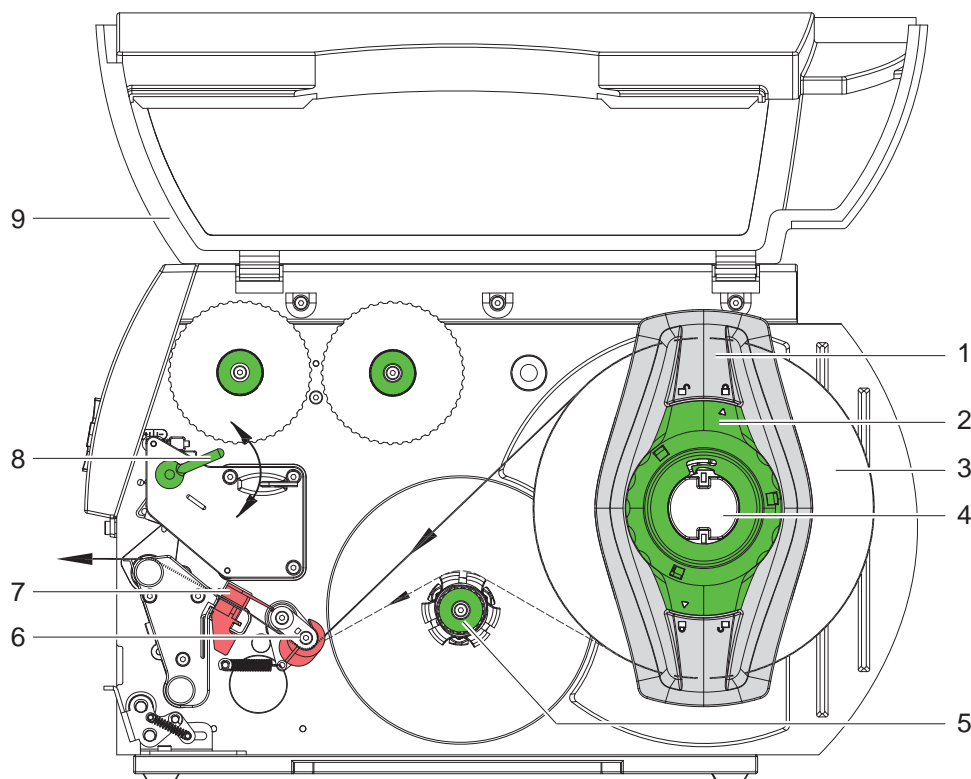

Рис. 7 Закладка рулонных этикеток
- Поверните рычаг (рис.7, поз. 8) в направлении по часовой стрелке, чтобы заблокировать печатающую головку.